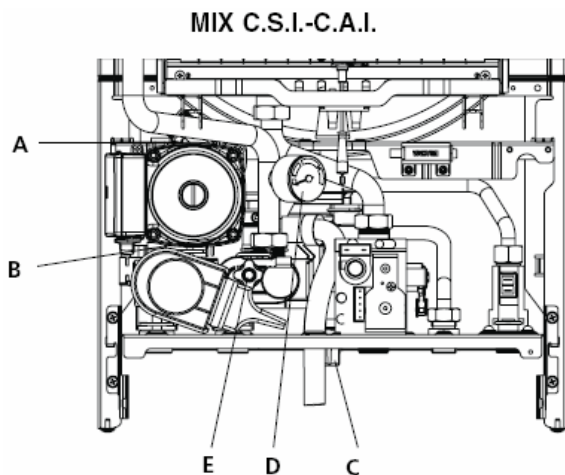

Рис. 22
- отвинтите на два три оборота крышку автовоздушника (А, рис. 22 и 23);
- откройте кран подпитки С (внутри котла для моделей MIX C.S.I. – C.A.I., внешний для MIX R.S.I. – R.A.I.) и держите его открытым, пока давление на манометре D не достигнет значения от 1 до 1,5 бар (голубая зона) (рис. 22 и 23).
ЗАМЕЧАНИЕ (только для MIX C.S.I. – C.A.I.): даже если на котле стоит полуавтоматический клапан подпитки, первое заполнение системы водой должно быть выполнено с использованием ручного крана подпитки С (рис. 22).
- присоедините трубку, входящую в комплект поставки, к сливному клапану котла (Е, рис. 22 и 23);